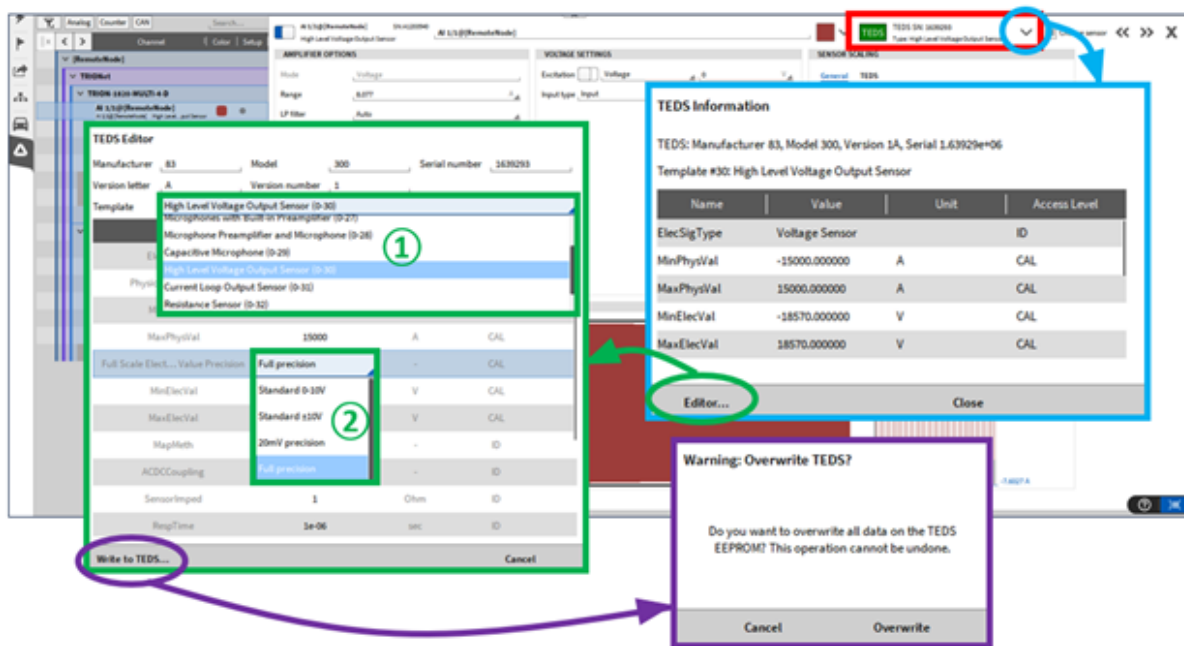

Abb. 7.222: Detaillierte Kanaleinstellungen mit TEDS-Schnittstelle und TEDS-Editor
Eine detaillierte Kanaleinstellung ist in Abb. 7.222 zu sehen. Je nach Sensortyp können einige Einstellungen variieren. Die Einstellungen des TEDS sind hier zu sehen und einige Einstellungen können manuell eingestellt werden, wie der Bereich. Durch Anklicken der angezeigten TEDS-Seriennummer, die in Abb. 7.222 rot markiert ist, sind alle TEDS-Informationen und Einstellungen zu sehen (siehe blauer Rahmen in Abb. 7.222).
Durch Anklicken von „Editor“ (siehe grüner Kreis in Abb. 7.222) kann der TEDS-Editor geöffnet werden (siehe grüner Rahmen), der die Möglichkeit bietet, die auf dem TEDS-Chip gespeicherten Daten zu bearbeiten. Es ist möglich, zwischen einer Reihe von Vorlagen zu wählen (siehe ① in Abb. 7.222) oder die auf dem TEDS-Chip gespeicherten Informationen manuell zu ändern (siehe ② in Abb. 7.222). Wenn alle Änderungen abgeschlossen sind, können die Informationen auf den TEDS-Chip geschrieben werden, indem man auf „Auf TEDS schreiben“ klickt (siehe violetter Kreis in Abb. 7.222). Es öffnet sich ein Fenster, in dem Sie bestätigen müssen, dass die Daten auf den TEDS-Chip geschrieben werden sollen.